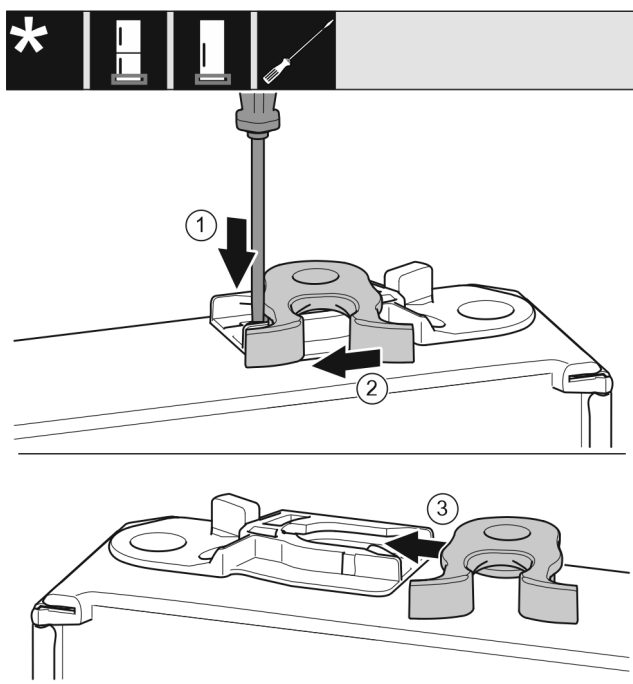

Fig. 18
- ▶ Tryk lasken Fig. 18 (1) nedad med en kærveskruetrækker.
- ▶ Træk låsekrogen Fig. 18 (2) ud af føringen.
- ▶ Skub låsekrogen Fig. 18 (3) ind i føringen på den anden side.